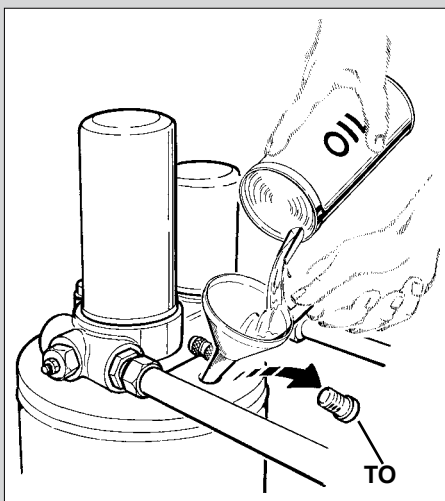

Fig. 45
- Foretag oliepåfyldningen ifølge anvisningerne i afsnittet «Kontrol af oliestand og efterfyldning» (**fig. 45**)